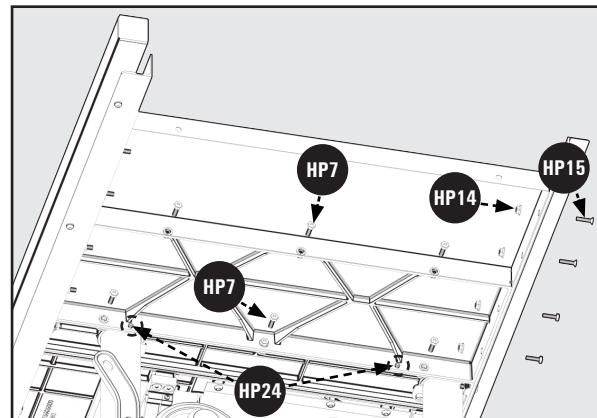

Figure 9
6. Retournez les deux ailes fixées ensemble et fixez-les sur le côté de la table de scie à l'aide de trois vis à tête hexagonale 5/16 18 x 7/8 pouces avec des rondelles de blocage **HP7**. Voir la Figure 9.
REMARQUE : Il y a quatre vis de pression 5/16-18 **HP24** pour l'aile d'extension en fonte du 36-5100 T2. Deux vis de réglage pour chaque aile d'extension en fonte. Les vis de réglage sont utilisées pour ajuster le niveau. Voir la Figure 9.
REMARQUE : Il y a quatre vis de pression 5/16-18 **HP24** pour les ailes d'extension en fonte de la 36-5100 T2. Deux vis de réglage pour chaque aile d'extension en fonte. Les vis de réglage sont utilisées pour ajuster le niveau. Voir la Figure 9.